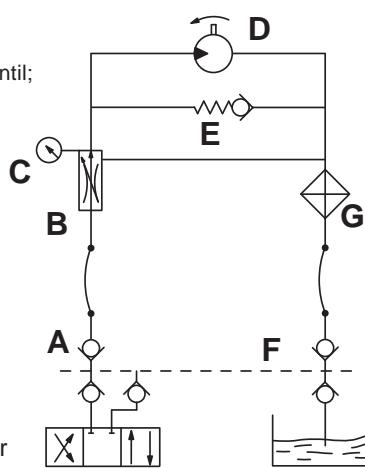

fig. 37 Am Schlepper
- a) **Abhängige Hydraulik:** Anschluß an die Schlepperhydraulik (Abb. 37);
- **Ölversorgung:** Die Angaben der Übersichtszeichnung in Abb. 37 beachten. Die öldynamischen Schläuche unter Befolgen der an jedem Schlauch angebrachten Anleitungen korrekt an den Verteilern des Schleppers anschließen.
Bei abgeschaltetem Motor und sicher gebremstem Schlepper alle Schnellkupplungen einstecken. Den Motor starten und die Hydraulik einige Minuten lang bei Leerlaufdrehzahl betätigen. Den Druck dabei konstant halten, um Drehzahlschwankungen des Gebläses zu vermeiden. Den Druck erst regulieren, nachdem das Öl seine Betriebstemperatur erreicht hat und keine Drehzahlschwankungen des Gebläses mehr auftreten. Falls das Anbaugerät an verschiedenen Schleppern - daher also auch mit unterschiedlichen Steuergeräten und Ölsorten - betrieben wird, muß diese Einstellung an jedem Schlepper neu vorgenommen werden. Bei den Schleppern mit Verstellförderpumpe (geschlossener Hydraulikkreis) mit Öldurchsatzregler ist der 3-Wege-Regler (B, Abb. 37) vollständig zu öffnen und bei niedrigem Öldurchsatz ist der interne Regler des Schlepperkreises dann schrittweise zu öffnen, bis der gewünschte Druck, der auf dem Manometer (C, Abb. 37) angezeigt wird, erhalten wird.